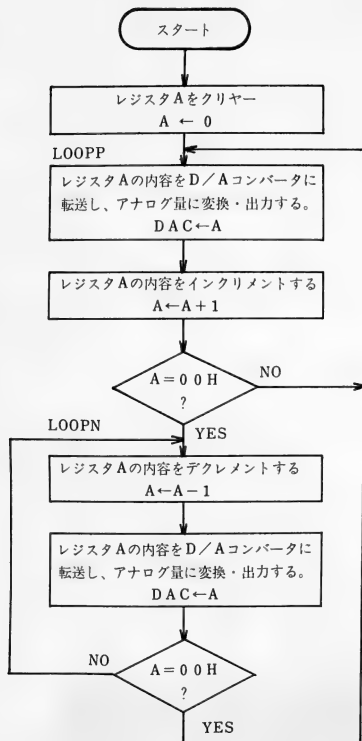

図5-9 三角波発生フローチャート
*** D/Aコンバータの変換例として三角波発生プログラムをLIST5-1に、フローチャートを図5-9に示します。写真5-1の波形を実現して下さい。